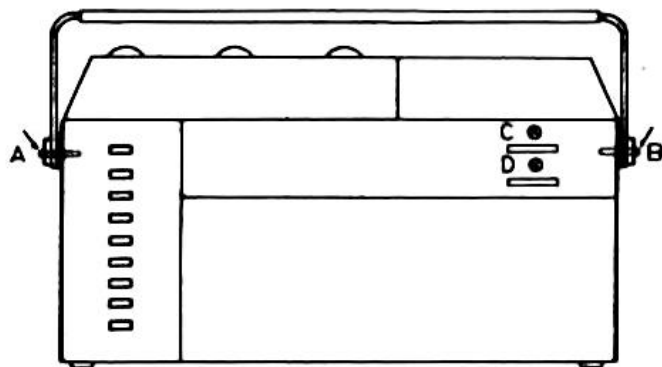

Fig. 11
- 1 Dévisser les vis A et B fixant la poignée (voir fig. 11).
- 7 Pour retirer le cadran, dévisser les vis C et D (fig. 11).